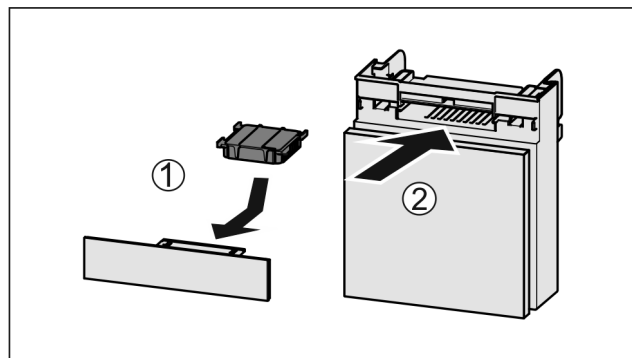

Fig. 194
- Aktivni ogljeni filter vstavite Fig. 194 (1) skladno s prikazom na sliki.
- Aktivni ogljeni filter se zaskoči. Če je aktivni ogljeni filter obrnjen navzdol: ► Predal potisnite noter Fig. 194 (2).